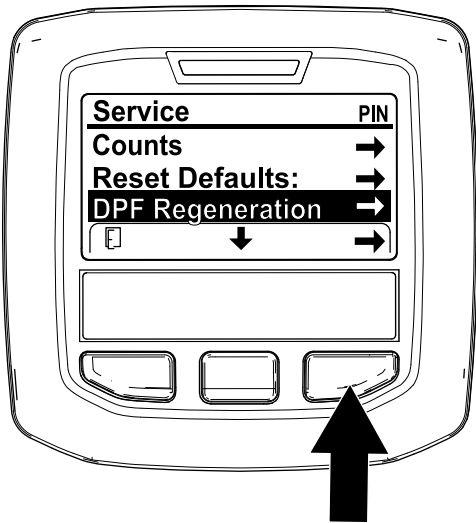

Figura 6
1. Acceda al menú Service (Servicio), pulse el botón central para desplazarse hacia abajo, hasta la opción DPF REGENERATION (Regeneración de DPF) (Figura 6).
2. Pulse el botón derecho para seleccionar la opción DPF Regeneration (Regeneración de DPF) (Figura 6).